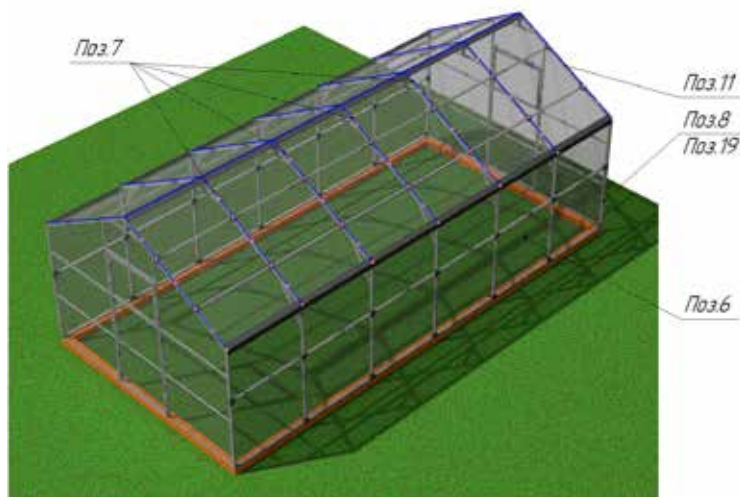

Рисунок 16 – Монтаж поликарбоната
16. Установить и зафиксировать на конструкцию поликарбонат **Поз.6** с помощью саморезов с пресс-шайбами **Поз.11** и оцинкованной стяжной ленты **Поз.7** (рис.16).